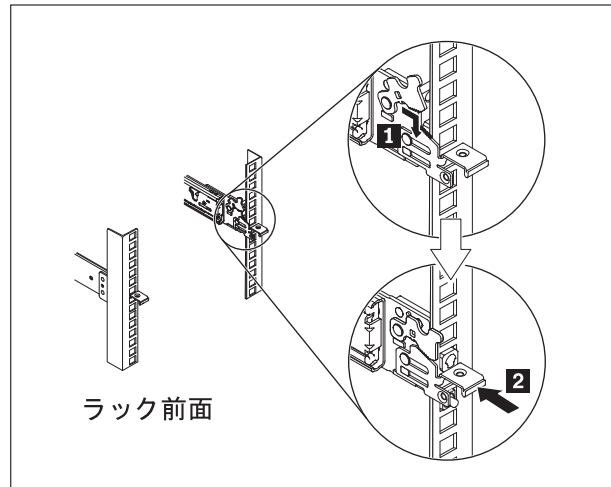

図8. スライド・レールの前端の取り付け
3. 19 ページの図8 に示すように、スライド・レールの前端を取り付けます。